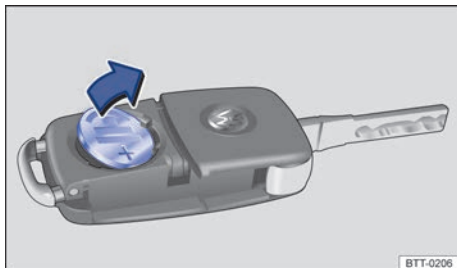

Fig. 21 Llave del vehículo con mando a distancia: retire la pila.
- Retire la pila de su alojamiento con una herramienta adecuada → fig. 21.
- Coloque la nueva pila según lo indicado → fig. 21 y presiónela en el sentido contrario al de la flecha hacia dentro de su alojamiento → ⌚.